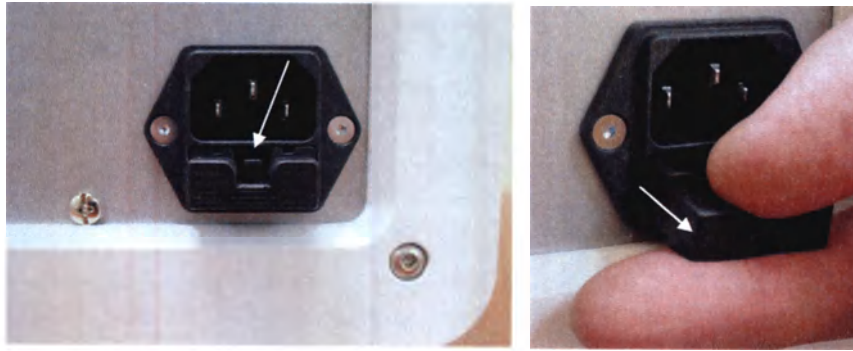

Рис. 5-1 Сетевой ввод, держатель предохранителя, главный выключатель
- Нажмите на фиксатор держателя предохранителя сверху и извлеките держатель предохранителей из корпуса (рис. 5-1).